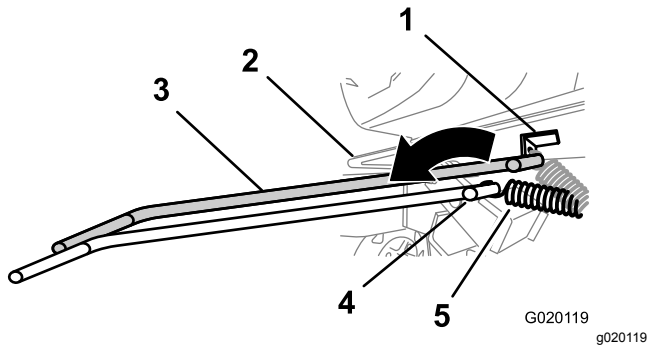

Figura 52
7. Usando una herramienta para la retirada de muelles (Pieza Toro N° 92-5771), retire el muelle del anclaje de la chapa del motor (Figura 52).
7. Usando una herramienta para la retirada de muelles (Pieza Toro N° 92-5771), instale el muelle tensor en el anclaje de la chapa del motor (Figura 52).